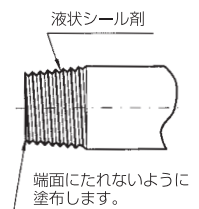

図2 液状シール剤の塗布方法
- ①パイプのねじ部が清掃されていることを確認します。
- ②液状シール剤は図2に示すようにパイプ端面から、たれないように塗ります。
- ③液状シール剤は、ねじ山をかるく充てんする程度に塗布します。必要以上に厚く塗ると、ねじ込んだ時に内部にはみ出し、シール剤が配管内に入り込み、設備機器に不具合を生じる可能性がありますので注意してください。